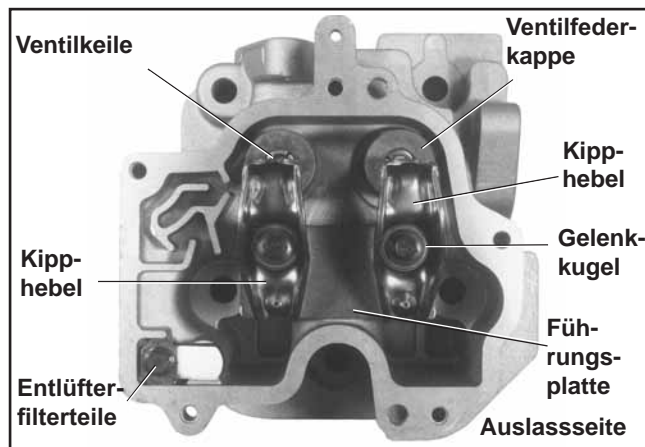
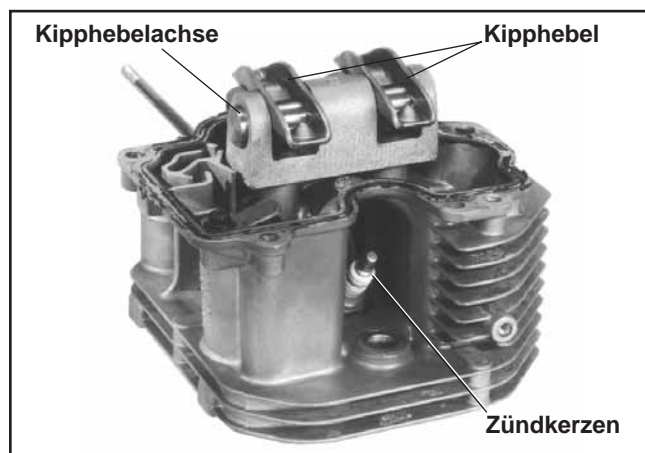

Abbildung 9-32. Kopf mit einzeln montierten Lagern/Kipphebeln.
Abbildung 9-33. Ausbau von Zündkerze und Kipphebeln.
Es werden zwei grundlegende Arten von Köpfen verwendet. Eine davon arbeitet mit einer Kippbrückeneinheit, wie in Abbildung 9-33 gezeigt. Die andere verwendet einzelne Kipphebeleinheiten, mit oder ohne Führungsplatte, anstelle einer Brücke. Diese Art ist in Abbildung 9-32 gezeigt. Jede Kopfausführung enthält andere Komponenten. Folgen Sie dem jeweiligen, für Ihre Zylinderkopfausführung zutreffenden Verfahren.
1. Entfernen Sie die Zündkerze. Siehe Abbildung 9-33.
3. Köpfe mit Kippbrücken - Abbildung 9-33.
- Abbildung 9-32.
- a. Drücken Sie die Ventildedern mit einem Ventildedernspanner zusammen. Siehe Abbildung 9-32.